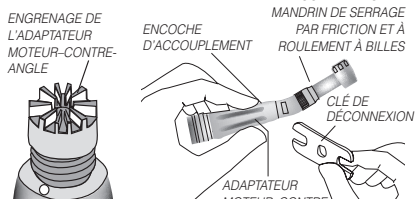

FIG. 2
- Vissez à la main le contre-angle sur l'adaptateur moteur-contre-angle, pièce Star Titan 3 n° 264073 ou Titan T n° 263970. Vissez jusqu'au bout. (Fig. 2)